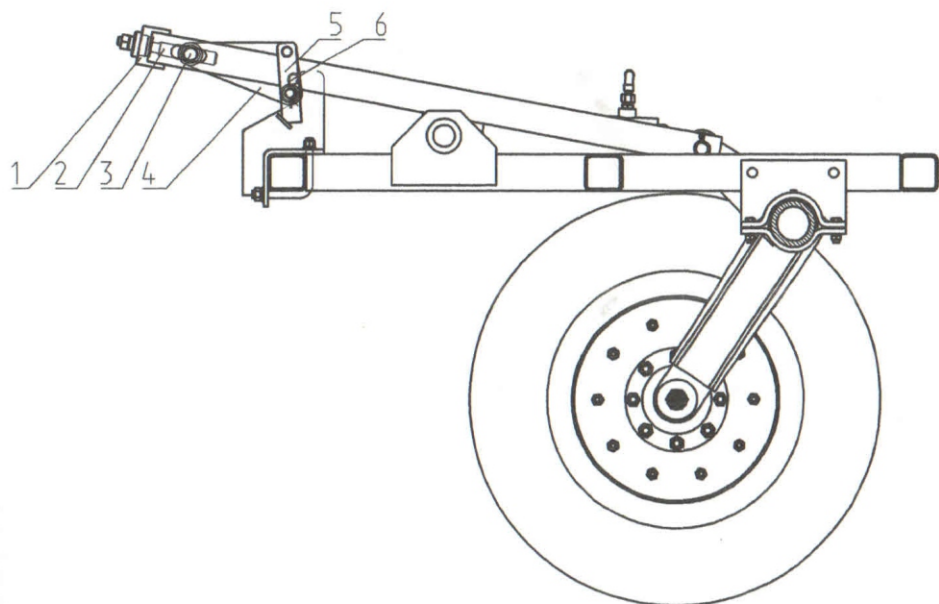

Рис.7 Положение транспортного фиксатора при транспортировке культиватора.
3.3.2. Для блокировки колесной пары в транспортном положении служит транспортный фиксатор поз.7, который закрепляется в проушинах штанги осью поз.9, а другой частью входит в зацепление с упором поз.6. Положение транспортного фиксатора в транспортном положении см. рис.7.